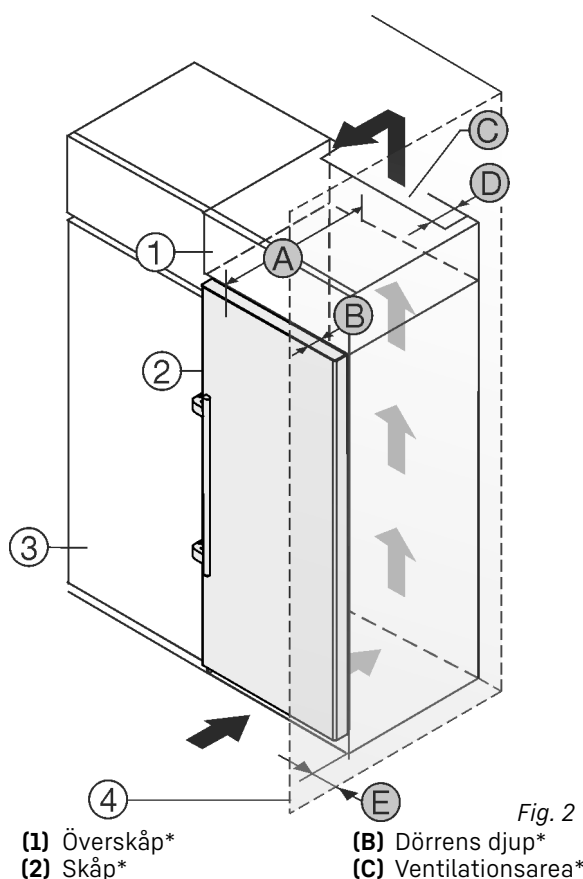

Fig. 2
Ställ apparaten direkt bredvid köksskåpet Fig. 2 (3)*
Bakom överskåpet måste det finnas en luftspalt med djupet Fig. 2 (D) längs hela överskåpets bredd.*
Under taket måste angiven ventilationsprofil Fig. 2 (C) följas.*
Om skåpet placeras med gångjärnen vid en vägg Fig. 2 (4) ska avståndet mellan skåpet och väggen vara minst 57 mm. Detta motsvarar hur mycket handtaget sticker ut med öppen dörr.*
För att dörrarna ska kunna öppnas helt måste skåpet sticka ut med djupet Fig. 2 (B) utanför köksskåpets front. Beroende på köksskåpens Fig. 2 (3) djup och om väggavståndshållare används kan skåpet skjuta ut ännu mer.*